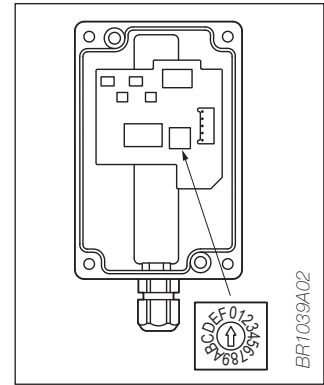

Fig. 5 - Rotary selector
- Abb. 5: Drehschalter
- Fig. 5 : Sélecteur rotatif